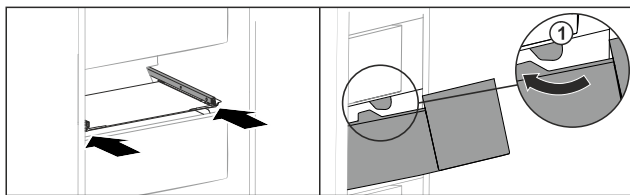

Fig. 198
- ▶ Обведите выдвижной ящик вокруг стопора Fig. 198 (1).